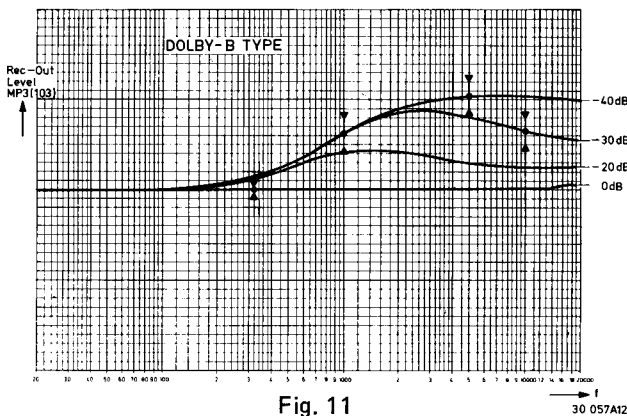
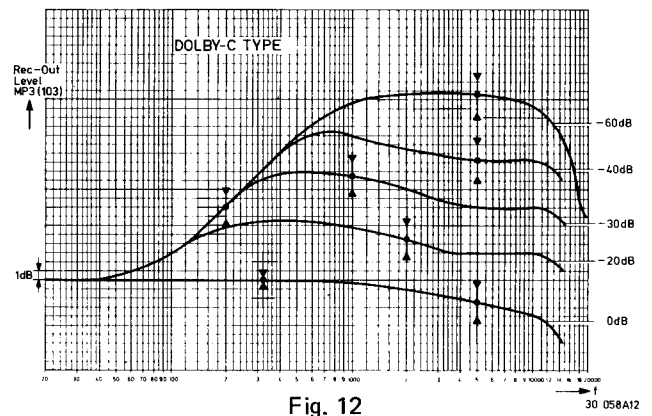

Fig. 11
Fig. 12
- *c — Graphs Fig. 11 and Fig. 12 show how the voltage across MP3 (MP103) rec.-out behaves with respect to the voltage across monitor output BU6 (BU7) at various input levels.
- *c — In de grafieken Fig. 11 en Fig. 12 is aangegeven hoe de spanning op MP3 (MP103) rec-out zich gedraagt t.o.v. de spanning op de monitoruitgang BU6 (BU7) bij verschillende ingangsniveaus.
- *c — Les graphiques Fig. 11 et Fig. 12 montrent le comportement de la tension sur MP3 (MP103) rec-out par rapport à la sortie de moniteur BU6 (BU7) à des niveaux d'entrée différents.
- *c — In den graphischen Darstellungen Fig. 11 und Fig. 12 ist angegeben, wie sich die Spannung an MP3 (MP103) "rec-out" gegenüber der Spannung an dem Monitorausgang BU6 (BU7) bei mehreren Eingangspegeln verhält.
- *c — I grafici Fig. 11 e Fig. 12 fanno apparire il comportamento della tensione su di MP3 (MP103) rec-out nei confronti della tensione di uscita del monitore BU6 (BU7) ai livelli diversi di tensione.